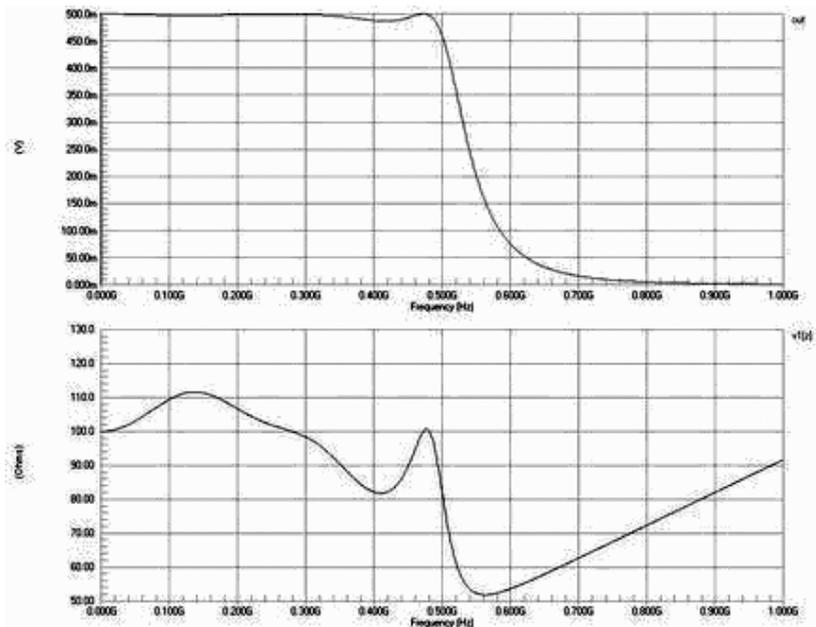

Рис. 22. Первичные результаты анализа частотных характеристик
• Нажатием кнопки *Run Mixed Signal Simulation* на панели инструментов *Mixed Sim* или горячей клавиши F9 запустить процесс моделирования. Система переключится в режим отображения документа *.sdf* с единственной вкладкой *AC Analysis*, на которой появятся графики (рис. 22).